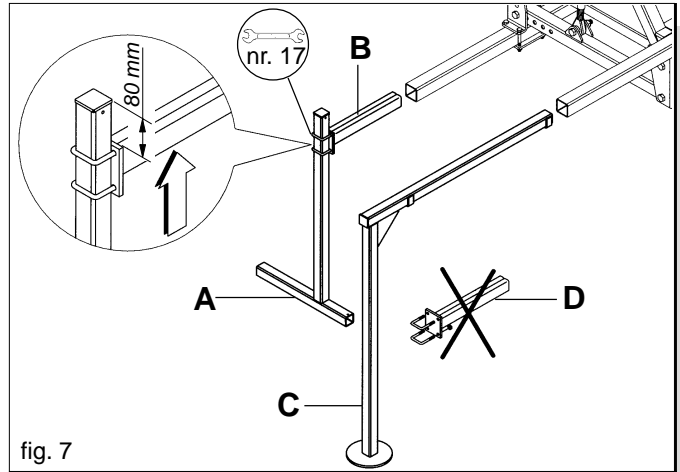

fig. 7
- sfilare i puntelli di sostegno posteriori (A Fig. 7) (dx ed sx);
- allentare i dadi dell'attacco (B Fig. 7), posizionando lo stesso alla quota di 80 mm come indicato dalla figura;
- sfilare i puntelli di sostegno anteriori (C Fig. 7) (dx ed sx);
- svitare i dadi e togliere l'attacco (D Fig. 7);